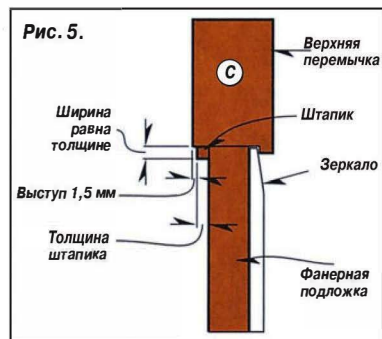

Рис. 5.
**2** По размерам проёма между фальцами изготавливают из фанеры (оклеенной дубовым шпоном) толщину 20 мм подложку **S** зеркала. Волокна шпона должны быть направлены вертикально. Вставляют зеркало и подложку в проём, как показано на рис. 5, и закрепляют штапиками **T** и **U**. Их концы запиливают на ус.